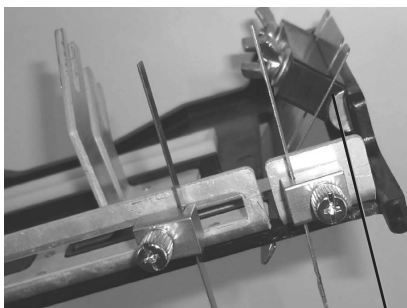

Fig. 1 Piastra di guida
2. Fissare la lama nei supporti lama (fig. 1) sul lato frontale del carrello ed aggiustare la profondità e la larghezza secondo la forma desiderata (esempio vedasi fig. 2). È possibile aggiustare la lunghezza della lama attraverso delle cesoie per lamiera.
3. In caso di tagli angolari, impostare l'angolo e la profondità della piastra di guida inferiore secondo le esigenze (vedasi fig. 1).